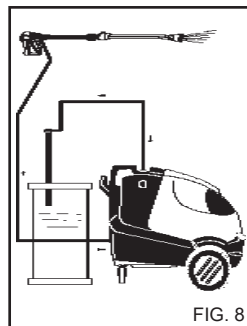

FIG. 8
- 3) Dopo l'uso con detergente, risciacquare il circuito di aspirazione; infilare il tubo di aspirazione (fig. 8) detergente in una tanica di acqua pulita e far funzionare la pompa per 1 minuto a rubinetto dosaggio completamente aperto e lancia in fase erogazione detergente.
4) Dopo l'uso con detergente, risciacquare il circuito di aspirazione; infilare il tubo di aspirazione (fig. 8) detergente in una tanica di acqua pulita e far funzionare la pompa per 1 minuto a rubinetto dosaggio completamente aperto e lancia in fase erogazione detergente.